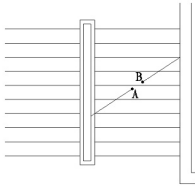

图 2.121 将斜线在 A 点和 B 点处打断
③ 在 **指定第一个打断点**：提示下，关闭【对象捕捉】功能，单击如图 2.121 所示的 A 点位置，选择 A 点为第一个打断点。
④ 在 **指定第二个打断点**：提示下，单击如图 2.121 所示的 B 点位置，选择 B 点为第二个打断点，结果将斜线打断，形成一个 AB 口。
⑤ 关闭【正交】功能，执行菜单栏中的【绘图】|【多段线】命令，将图 2.121 绘制